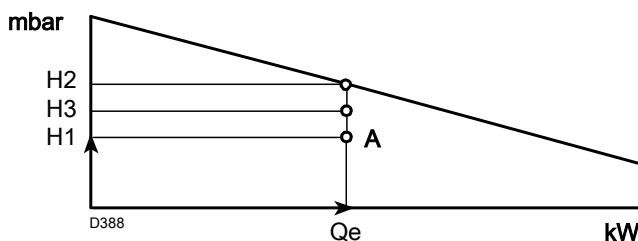

图 3
- 4 从点 A (图 3) 画一条垂直线，并找到出力范围的最大压力 H₂。
如果 H₃ 高于 H₁ (图 3)，则燃烧器可以达到所需出力。